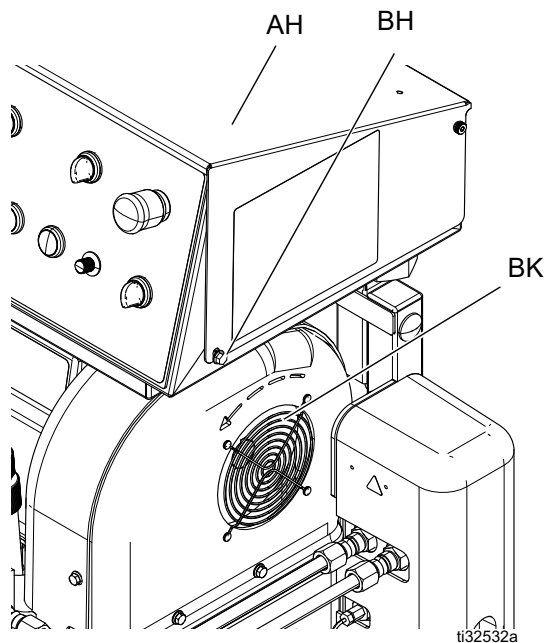

FIG. 7 : Rotation du moteur électrique
- Vérifiez que le ventilateur du moteur électrique (BK) tourne dans le bon sens. Voir la FIG. 7.
- Tournez l'interrupteur d'alimentation principale (CE) sur ON (Marche).
- Tournez l'interrupteur d'alimentation de commande (CH) sur START (Démarrage). Tournez l'interrupteur de commande (CL) de la pompe sur NEUTRAL (Point mort).
- Tournez l'interrupteur d'alimentation du moteur (CN) sur ON (Marche). Regardez dans quelle direction le ventilateur du moteur électrique (BK) tourne. Voir la FIG. 7.
- Tournez immédiatement l'interrupteur d'alimentation du moteur (CN) sur OFF (Arrêt).
- Tournez l'interrupteur d'alimentation de commande (CH) sur STOP (Démarrage).
- Tournez l'interrupteur d'alimentation principale (CE) sur OFF (Marche).